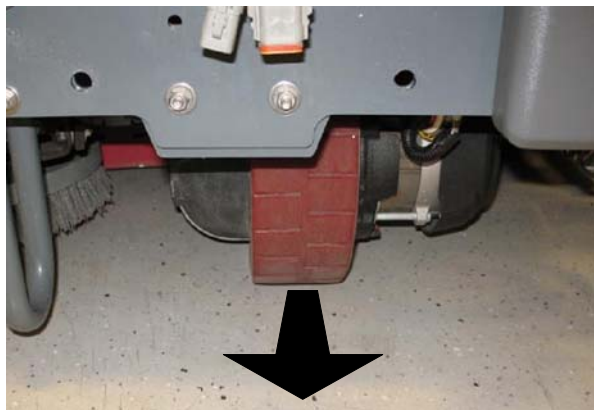

FIG. 42
16. Raddrizzare la ruota anteriore in modo che punti in avanti. (Fig. 42)